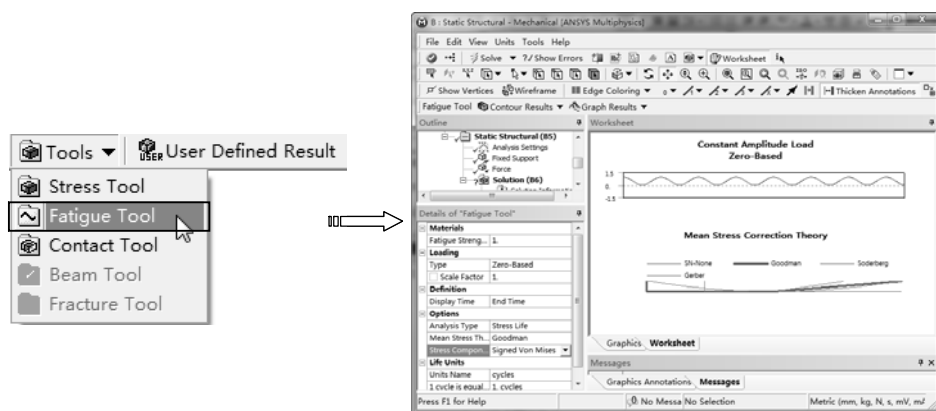

图 7-34 插入疲劳工具
2) 插入疲劳工具。单击【Solution】工具栏上的【Tools】|【Fatigue Tool】命令，在详细设置窗口中设置【Type】为 Zero-Based，【Mean Stress Theory】为 Goodman，【Stress Component】为 Signed Von Mises，如图 7-34 所示。